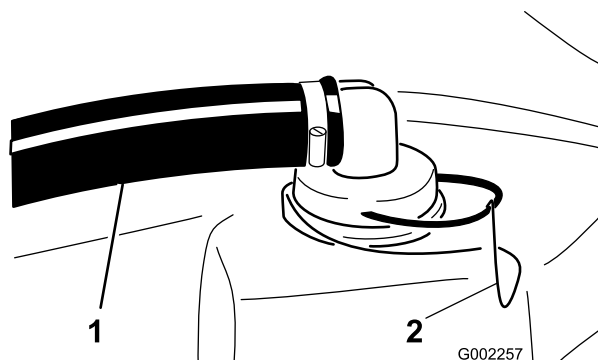

Figura 63
2. Togliete l'ancoraggio dal raccordo rosso affisso al flessibile grande, sopra il serbatoio (Figura 63).
3. Togliete il flessibile dal serbatoio (Figura 63).